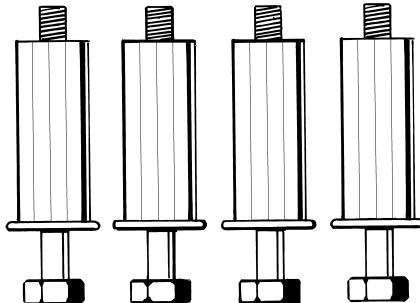

Fig.1
- I faut obligatoirement retirer le bridage de transport avant d'utiliser la machine (voir la Fig. 1).**